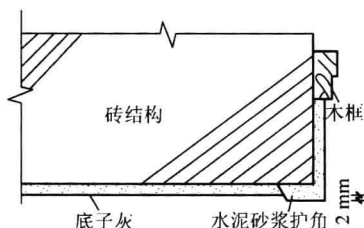

图1—5 门窗口角做法
①先在门窗口的侧面抹1:3水泥砂浆后,在上面用砂浆反粘八字尺或直接在口侧面反卡八字尺,使外边通过拉线或用大杠靠平的方法与所做的灰饼一平、上下吊垂直。
②然后在靠尺周边抹出一条5 cm宽、厚度以靠尺为据的一条灰梗。
③用大杠搭在门窗口两边的靠尺上把灰梗刮平,用木抹子搓平。拆除靠尺刮干净,正贴在抹好的灰梗上,用方尺依框的子口定出稳尺的位置,上下吊垂直后,轻敲靠尺使之粘住或用卡子固定。随之在侧面抹好砂浆。
④在抹好砂浆的侧面用方尺找出方正,划捺出方正痕迹,再用小刮尺依方正痕迹刮平、刮直,用木抹子搓平,拆除靠尺,把灰梗的外边割切整齐。
⑤待护角底子六七成干时,用护角抹子在做好的护角底子的夹角处捋一道素水泥浆或素水泥略掺小砂子(过窗纱筛)的水泥护角。也可根据需要直接用1:3水泥砂浆打底,1:2.5水泥砂浆罩面的压光口角。单抹正面小灰梗时要略高出灰饼2 mm,以备墙面的罩面灰与正面小灰梗一平(图1—5)。